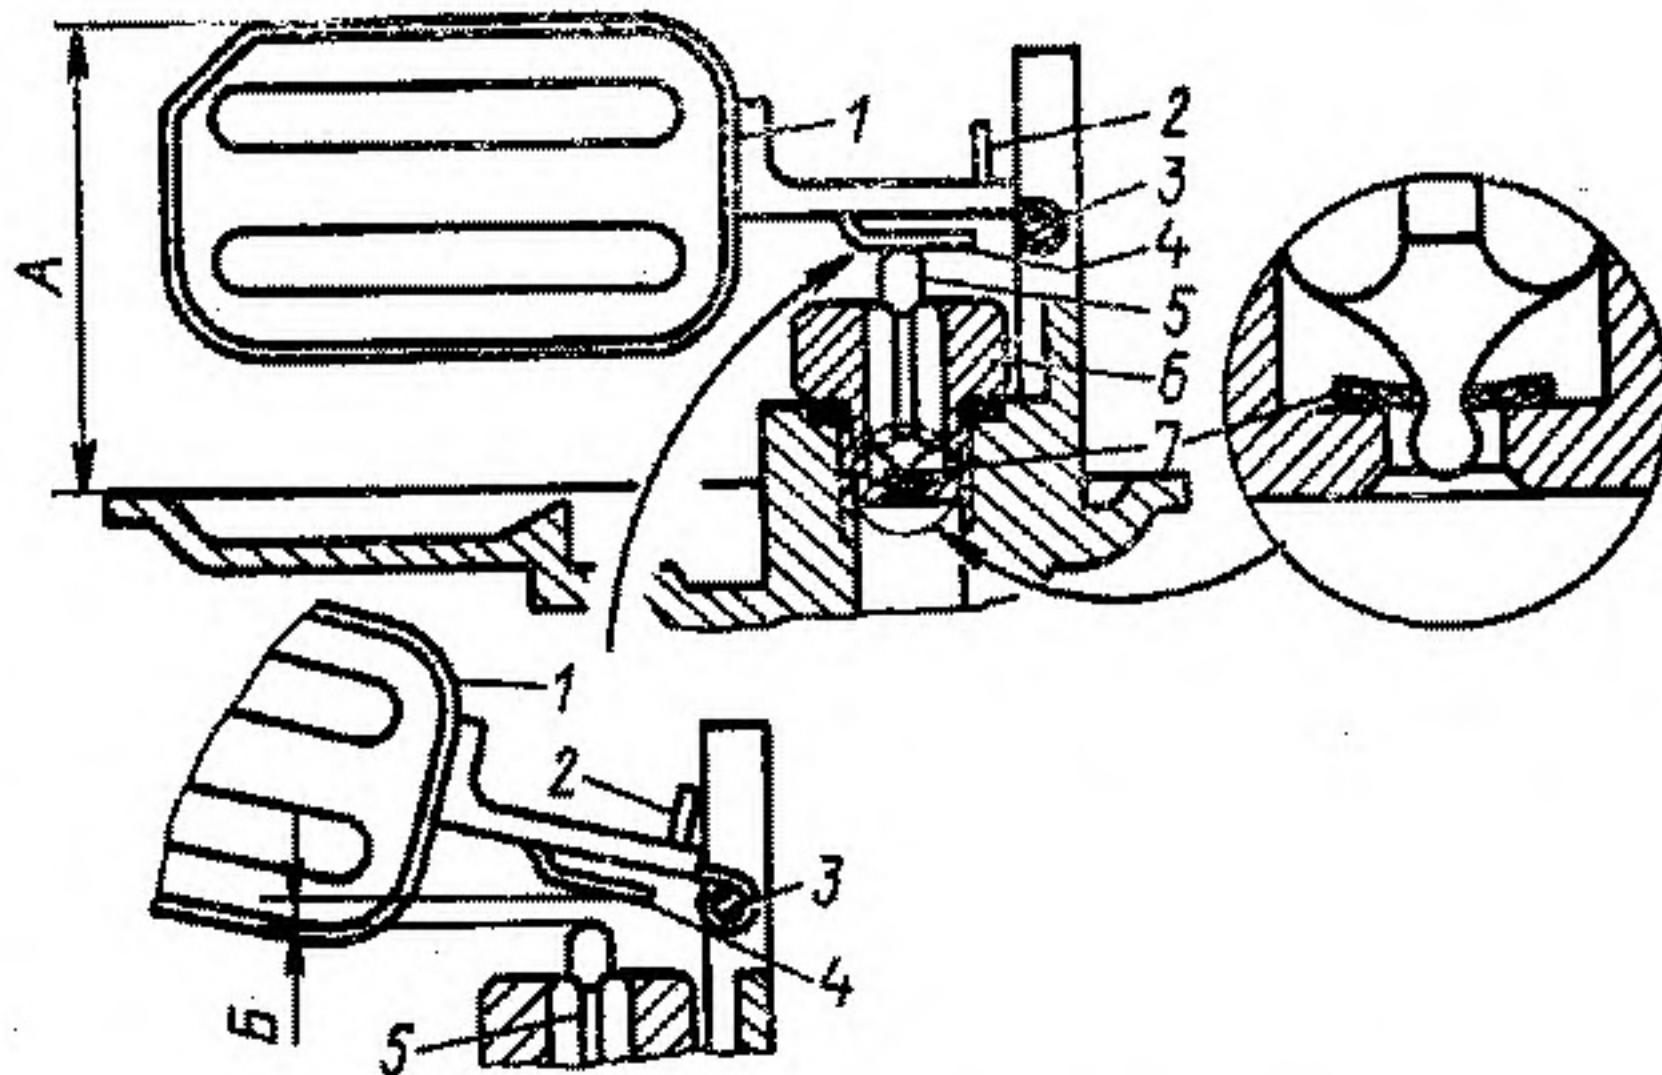

Рис. 25. Поплавковый механизм карбюратора:
2. Создать разрежение в 1 м водяного столба, при этом уровень воды в контрольной трубке 2 за 30 с не должен уменьшаться более чем на 10 мм. Если топливный клапан негерметичен, заменить уплотнительную шайбу 7 (рис. 25).
При перевернутой крышке карбюратора расстояние *A* (рис. 25) должно быть 40 мм. Регулировать подгибанием язычка 4, упирающегося в торец иглы 5 клапана.